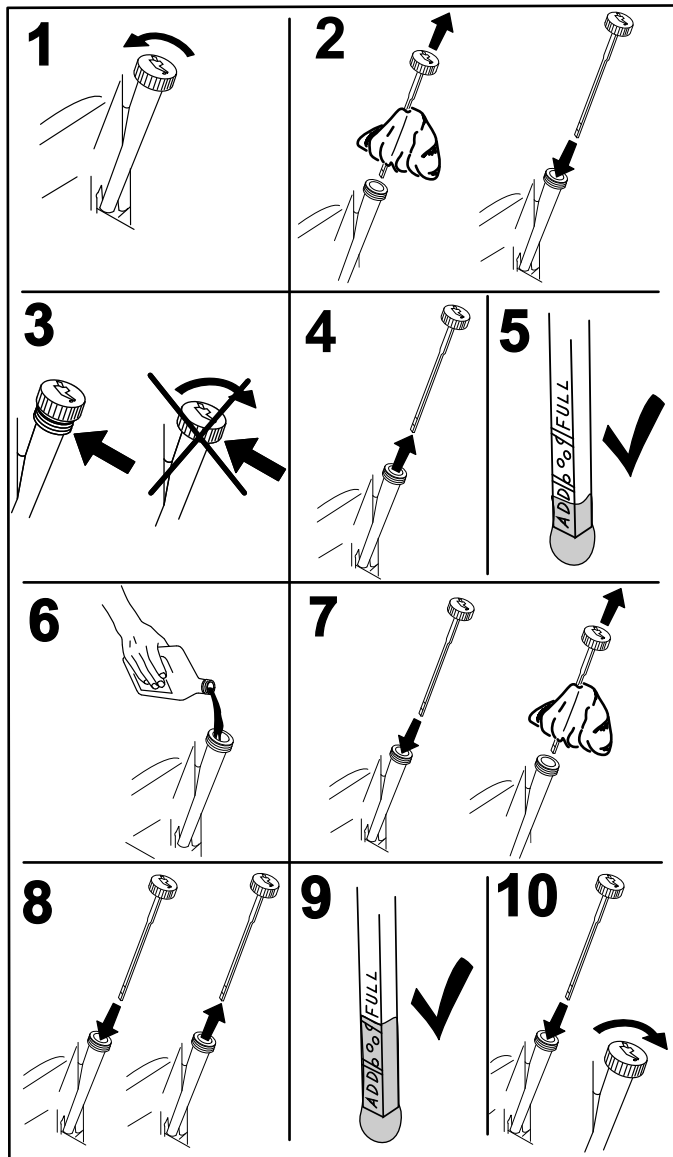

図 45
2. エンジンを停止させ、キーを抜き取り、各部が完全に停止したのを確認してから運転位置を離れる(図 45)。